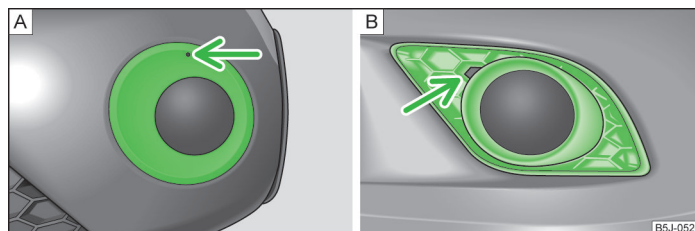

Abb. 158 Vorderer Stoßfänger: Fabia Scout / Fabia RS
- › In die Öffnung oberhalb des Nebelscheinwerfers » Abb. 158 - **A** (Fabia Scout) den Drahtbügel » Seite 181, *Bordwerkzeug* einführen und die Abdeckkappe herausnehmen.
- › Einen Finger in die Öffnung neben dem Nebelscheinwerfer » Abb. 158 - **B** (Fabia RS) einführen und die Abdeckkappe herausnehmen.